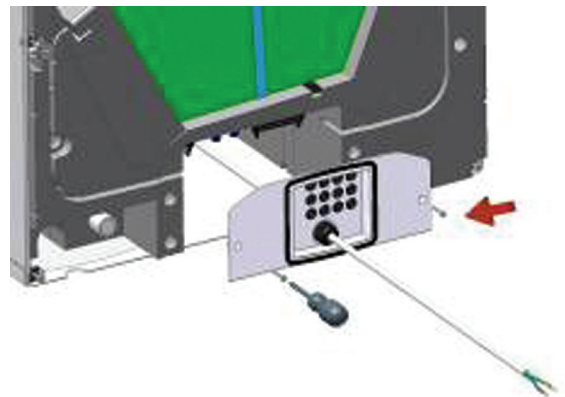

Fig. 6: Demontarea plăcii din spate cu cablu (partea din spate)
5. Deșurubați cele 2 șuruburi și scoateți placa din spate cu cablul. (vezi fig. 6)